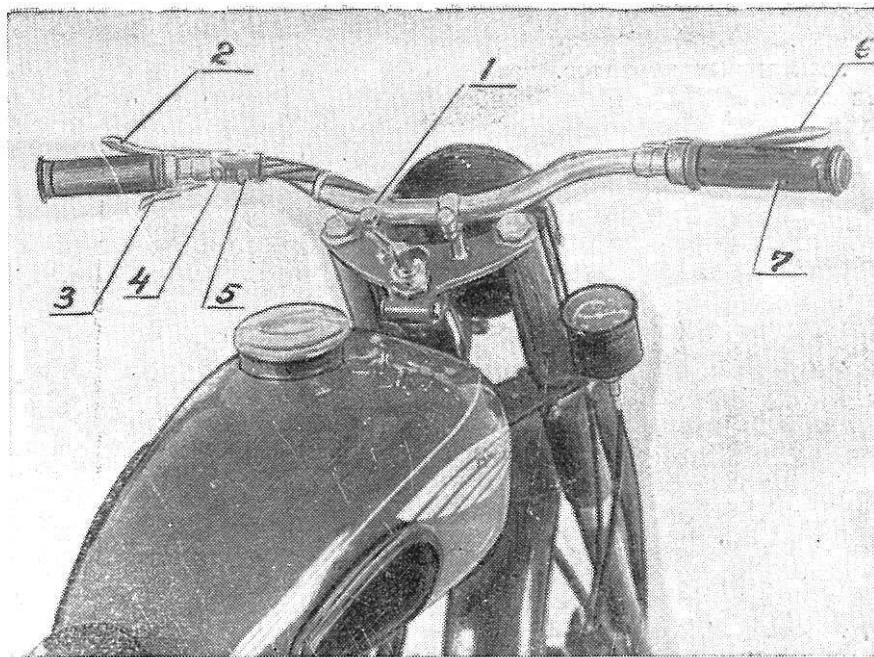

Рис. 20.
На руле (рис. 20) слева расположены: рычаг управления сцеплением (2), рычаг декомпрессора (3), кнопка сигнала (4), переключатель дальнего—ближнего света (5), а справа рычаг переднего тормоза (6), и врачающаяся рукоятка управления дросселем карбюратора (7).